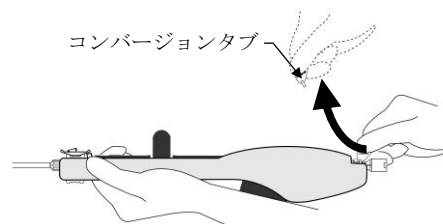

図 4
- (1) ハンドル後部から白いコンバージョンタブを外す（図 4）。